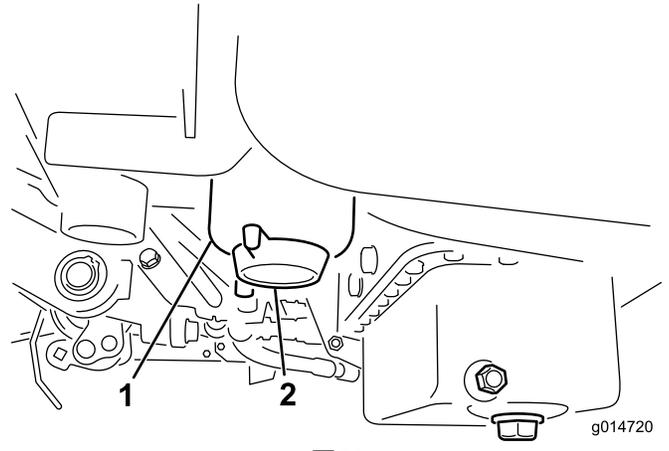

图33
3. 打开燃油滤清器上的排油塞，大约旋转一周，排干积水（图33）。排干之后拧紧排油塞。